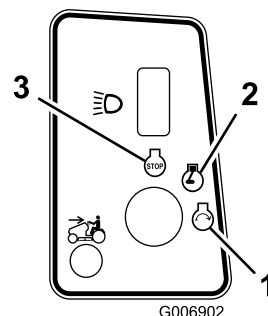

Figura 11
4. Gire la llave de contacto en el sentido de las agujas del reloj y manténgala en posición Arranque (Figura 11). Cuando el motor arranque, suelte la llave.
2. Gire la llave de contacto a Desconectado, espere a que se detengan todas las piezas en movimiento, y retire la llave antes de abandonar el puesto del operador. (Figura 11).